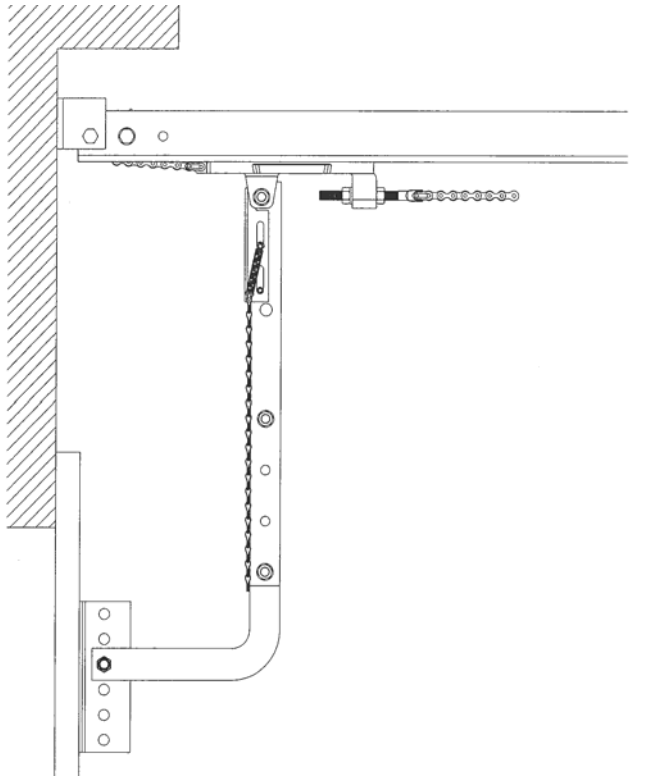

Figure 13 Position du bras d'ouverture
11. Le bras de la porte devrait toujours s'écarter légèrement une fois que la porte est fermée (Figure 13).